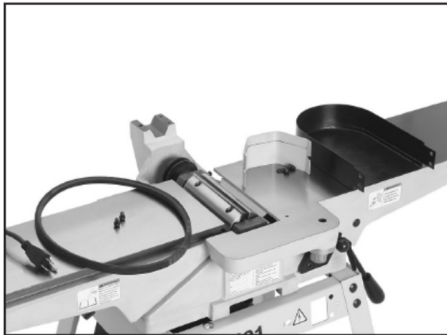

Рис. 48 Разборка фуговального станка
4. Опустите оба стола, чтобы открыть доступ к ножевому валу, как показано на Рис. 48.